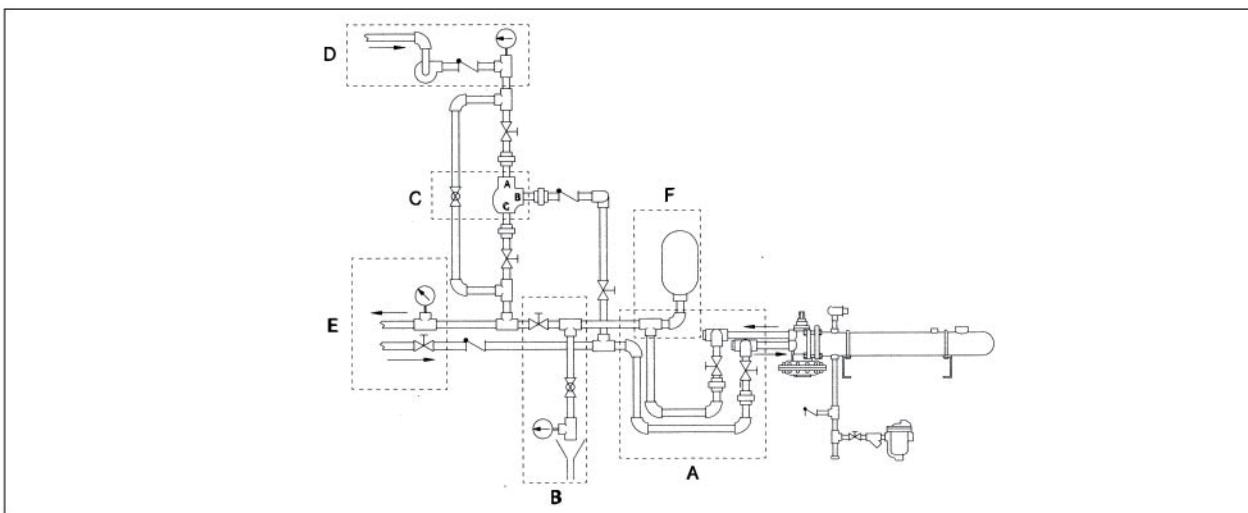

图4-1
1. 图4-1在FLO-RITE-TEMP快速热水器进、出口水管上，尽量靠近温度控制阀的地方，应安装一个不短于 500 mm 的U形热阻管，(见图4-1A)，这两个U形热阻管象热量止回阀，在无热水需求时，阻止热水器通过水向外对流传热。
2. 如果快速热水器安装在带再循环管路和泵的系统中, 须确保泵处于关闭状态, 同时确保位于分流阀与快速热水器进水口管路之间的隔断阀处于关闭状态(即位于热静力分流阀“B”口下游的隔断阀)。(参见图4-1)